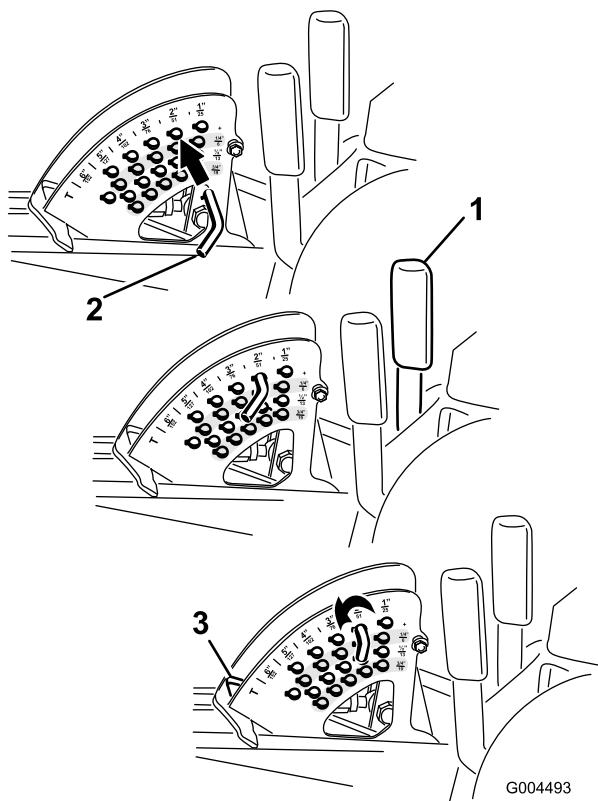

図 24
**注** デッキを上昇位置にロックするには、上昇位置からさらに 158mm 上昇させ、刈高ストップピンを抜いて（刈高の調整の項を参照）、刈高 158mm の穴に通します（図 24）。
**注** デッキを上昇位置にロックするには、上昇位置からさらに 158mm 上昇させ、刈高ストップピンを抜いて（刈高の調整の項を参照）、刈高 158mm の穴に通します(図 24)。
1. エンジンが回転している状態で、デッキ昇降レバーを手前に引き、デッキが完全に上昇したら 直ちにレバーから手を離す(図 24)。
2. ストップピンについているロールピンを回してピンと刈高設定穴のスロットとが整列したところでピンを抜き取る(図 24)。
3. 刈高ブラケットについている穴から、希望する刈高に対応する穴を見つけ、その穴にピンを通し、ピンを回してロックする(図 24)。
**注** 刈高設定穴は、扇形の外周に一番近い段から全部で4段(列)あります(図 24)。外周側の列は、外周部に刻印されている通りの刈高の穴です。2 列目の穴は、1 列目の刈高よりも 6 mm 高い刈高となります。3 列目の穴は、1 列目の刈高よりも 12 mm 高い刈高となります。4 列目の穴は、1 列目の刈高よりも 18 mm 高い刈高となります。刈高 158mm だけは例外で、2列目のはずれにあります。この穴にセットすると 刈高 158mm となります(6mm アップにはなりません)。